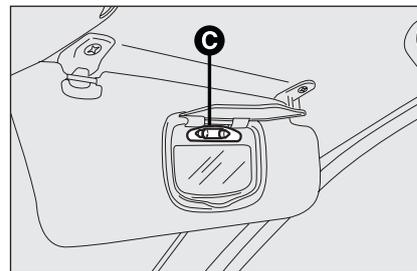

fig. 46
- sostituire la lampada **C**-fig. 46 svincolandola dai contatti laterali, accertandosi che la nuova lampada risulti correttamente bloccata tra i contatti stessi.